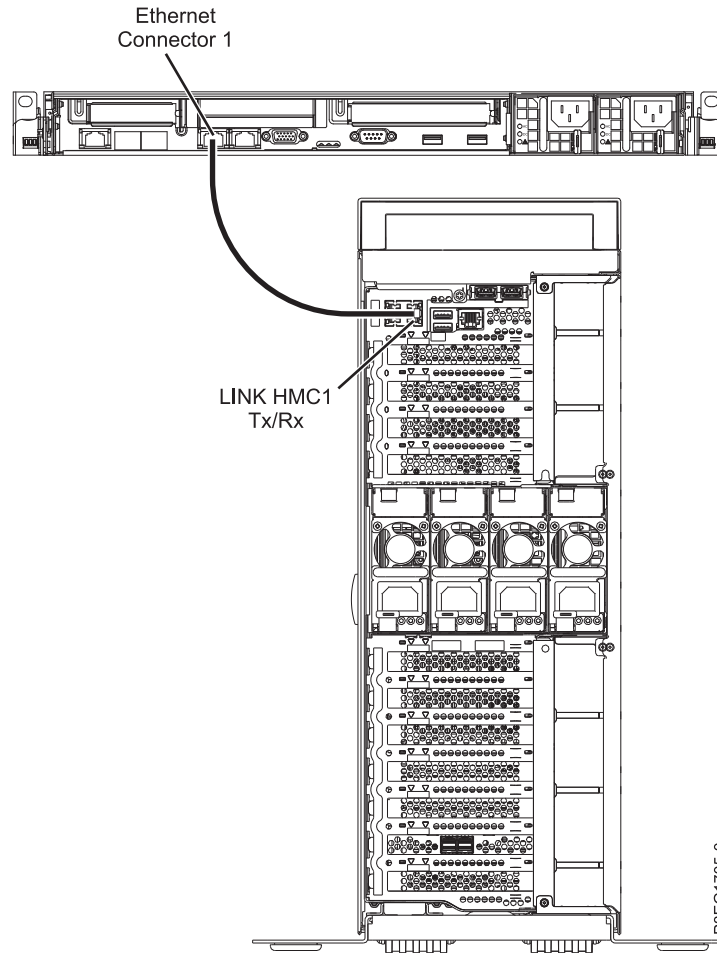

Figure 21. Connexion de la console HMC au système géré
1. Si vous souhaitez connecter directement la console HMC au système géré, reliez le **connecteur Ethernet 1** de la console HMC au port **HMC1** du système géré. Voir figure 21, à la page 43.